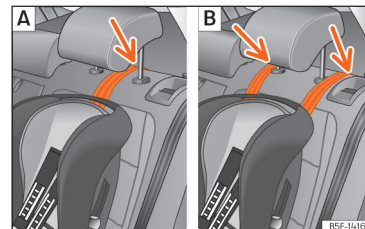
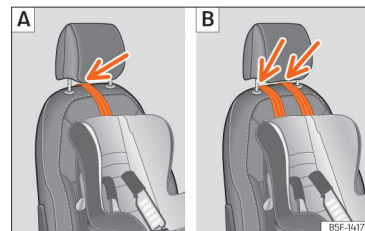

Рис. 48 Задні сидіння: правильне положення й фіксація верхнього ременя.
Рис. 49 Сидіння переднього пасажиря: правильне положення й фіксація верхнього ременя.
- Прокладіть ремень під підголівником (підніміть або зніміть підголівник, якщо треба) >>> **рис. 48**, >>> **рис. 49**.